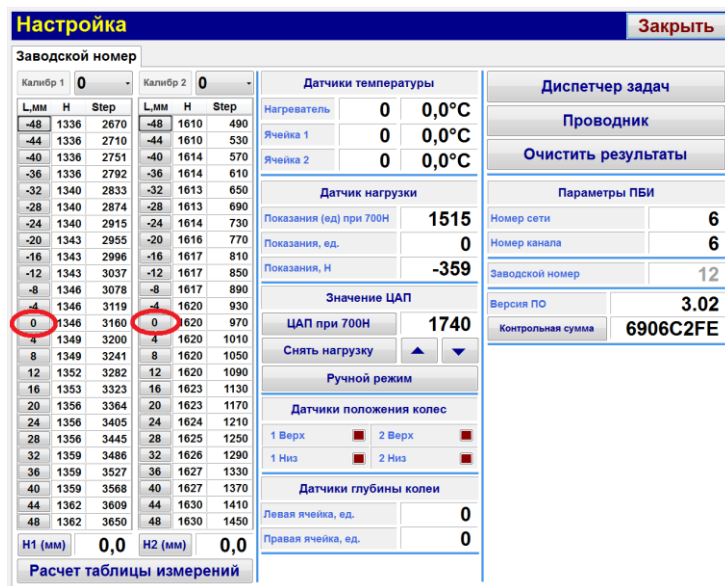

Рисунок 1 – Окно «Настройка»
9.5.4. Включить машину и в режиме ожидания нажать клавишу . При этом откроется окно «Настройка» (см. рисунок 1).
- 1) Включить машину и в режиме ожидания нажать клавишу . При этом откроется окно «**Настройка**» (см. Рисунок 1).